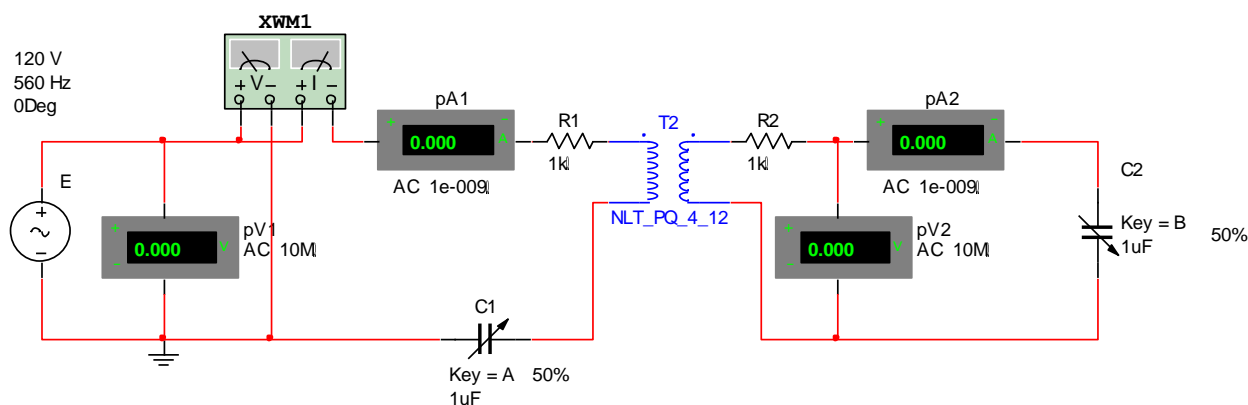

Рис. 4.9
6. Откройте файл 9.5 и включите цепь по схеме рис. 4.9.